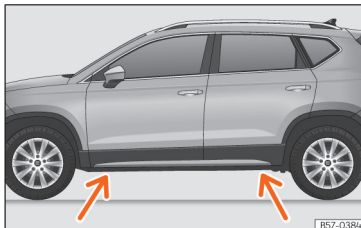

Fig. 38 Pontos de apoio do macaco.
- Procure na longa-irina a marca do ponto de apoio do macaco (zona afundada) mais próximo da roda a substituir » » » **Fig. 38**.